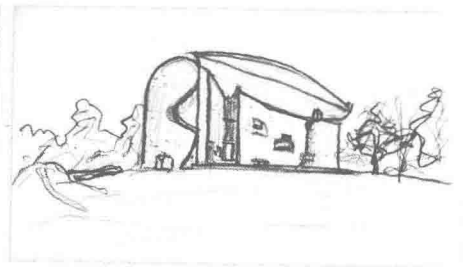

图 1-11 朗香教堂的概念草图
- **建筑设计:** 用草图表达设计概念、推敲功能空间(如图1-11所示)。